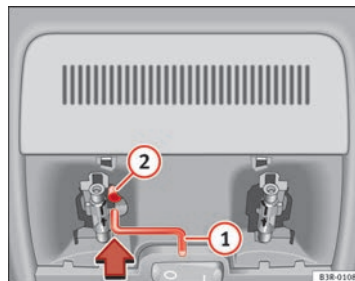

Abb. 83 Ausschnitt aus Dachhimmel: Kurbel für Notbetätigung
- Drücken Sie die Kurbel **1** bis zum Anschlag in das Sechskantloch **2** ⇒ Abb. 83.